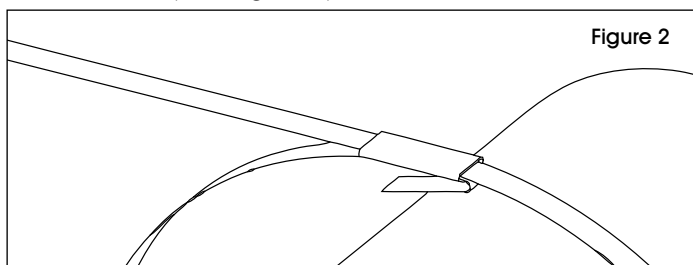

Figure 2
2. Slide end of strap through bottom of seal and fold over to form a "hook". (See Figure 2)
2. Insérez l'extrémité du feuillard dans la partie inférieure du joint et repliez pour former un "crochet". (Voir Figure 2)